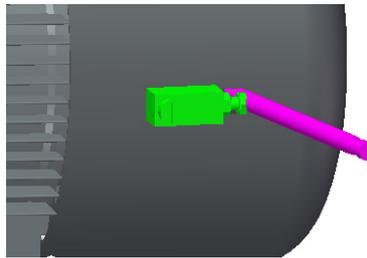

图 3.4-2 锁定手动释放杆
3. 拧紧止动螺栓，直至手动释放杆无法再回到未释放位置（如图3.4-2所示）。